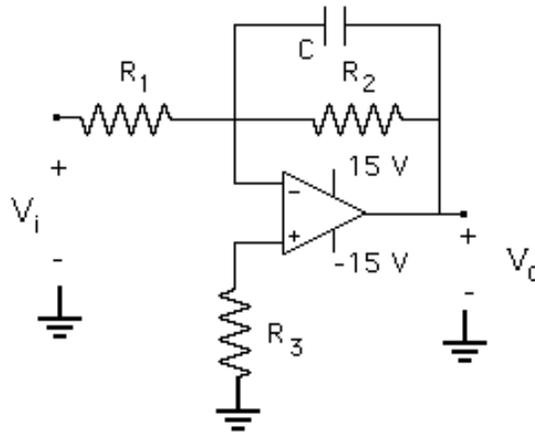

Figura 5.2.- Filtro pasa bajo activo
5.- Para la configuración mostrada en la Figura 5.2, un filtro pasa-bajo activo, determine la función de transferencia V_o/V_i en función de las resistencias R_1 y R_2 y el condensador C utilizando los valores indicados por su profesor. Indique cuál es la utilidad de la resistencia R_3 .